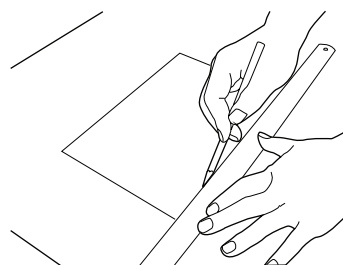

Fig. 10
- > Marque a linha de corte na peça de trabalho (Fig. 10)
- > Coloque a placa base (9) plana na peça de trabalho e ligue o laser (11).